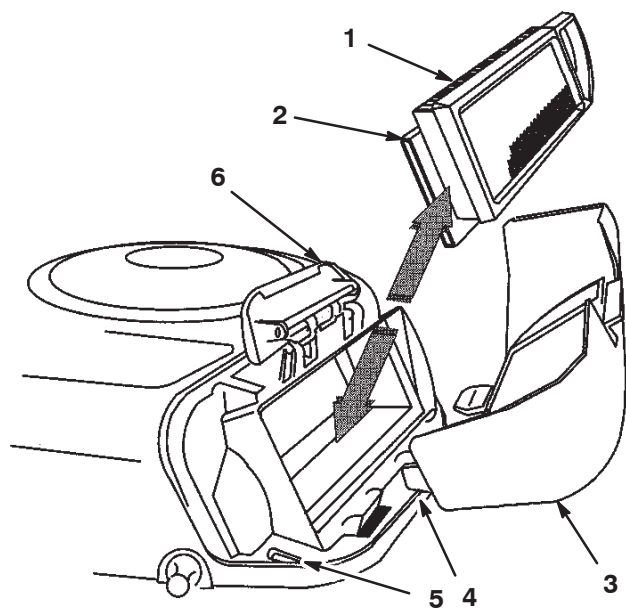

Figure 23
4. Sortez avec précaution les éléments en papier et en mousse du carter de soufflante (Fig. 23).
2. Placez les languettes du couvercle du filtre à air en face des fentes du carter de soufflante (Fig. 23). Accrochez la poignée sur le couvercle et appuyez dessus pour verrouiller le couvercle en place.